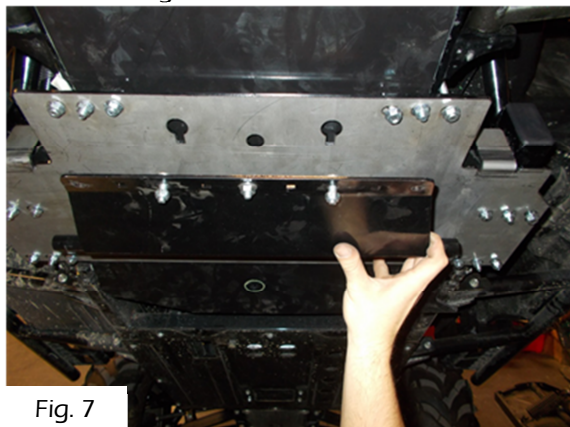

Fig. 7
- 8) Assemblez la plaque en V  sur la plaque principale en alignant d'abord les boulons de carrosserie arrière, puis les boulons de carrosserie avant. Consultez la figure 7.